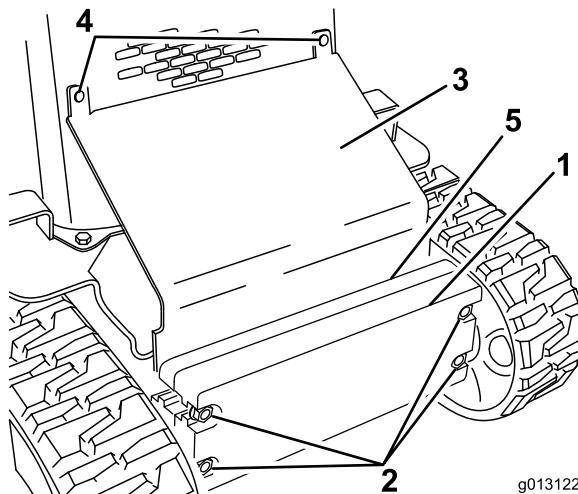

Рисунок 26
2. Ослабьте болты крепления грузов (Рисунок 26).
3. Снимите болты с квадратным подголовком и гайки, которые крепят склоненную плиту (Рисунок 26).
10. Вставьте скошенную плиту между рамой и грузами и прикрепите ее к решетке передней сетки с помощью снятых ранее болтов с квадратным подголовком и гаек (Рисунок 26).
11. Затяните болты крепления передних грузов (Рисунок 26).